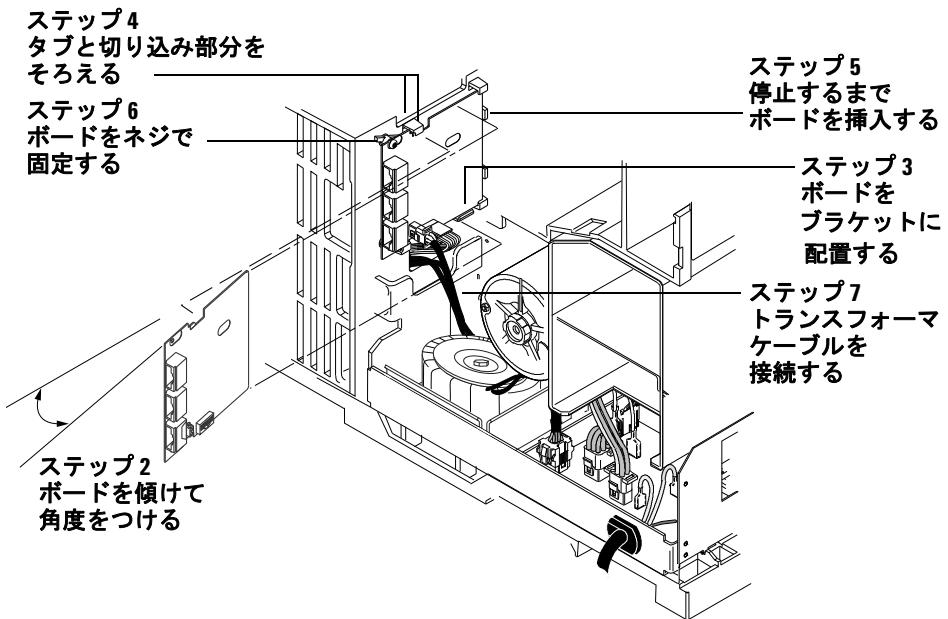

図 33 ALS インターフェイスボードの装着
2 ボードを垂直に立てて、少しだけ角度をつけて（図 33 を参照）。
- 6 2 本のネジを使ってボードをシャーシに固定します。ボードに圧力をかけたり、ロッキングタブの方向に折り曲げたりしないでください。図 33 を参照してください。
- 7 トランシスフォーマからの 2 線式ケーブルを ALS インターフェイスボードの J5 に接続します（図 33 および図 34）。